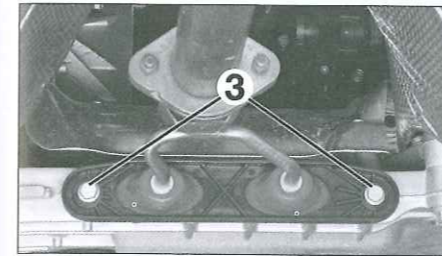

Fig. 7
- la cuna, el soporte (3) del sistema de escape (Fig.7),